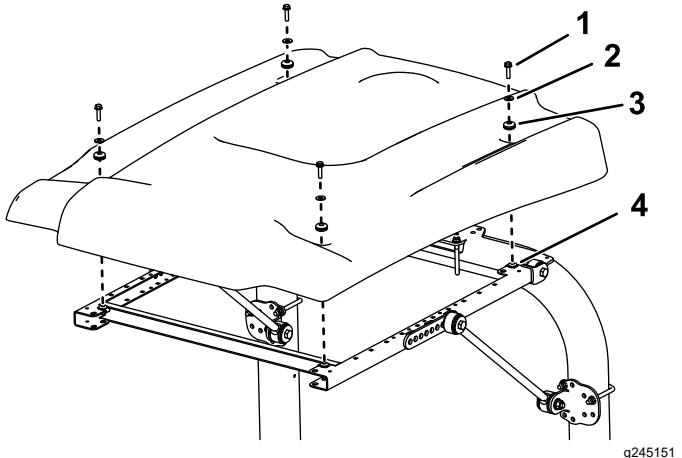

Figure 6
10. Lors de l'alignement des trous de fixation, positionnez le pare-soleil sur le cadre comme montré à la Figure 6.
11. Fixez légèrement chaque coin du pare-soleil au cadre avec un boulon à embase (5/16" x 1¼"), une petite rondelle et une bague (Figure 6).